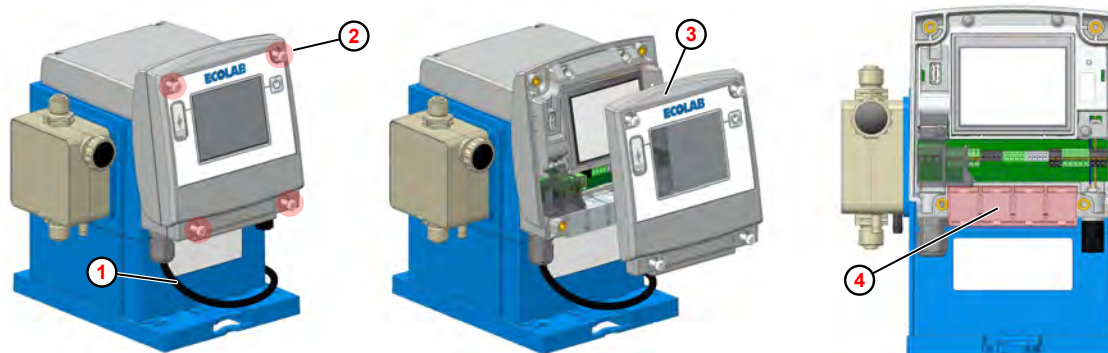

Bild 21: Einstallation "EcoAdd"
1. ➤ Lös alla fyra höljesskruvar (Bild 21 , ②).
2. ➤ Ta av frontlocket ③ .
3. ➤ Anslut anslutningsledningarna för externa signaler (extrautrustning) till kopplingsplinten ④ .